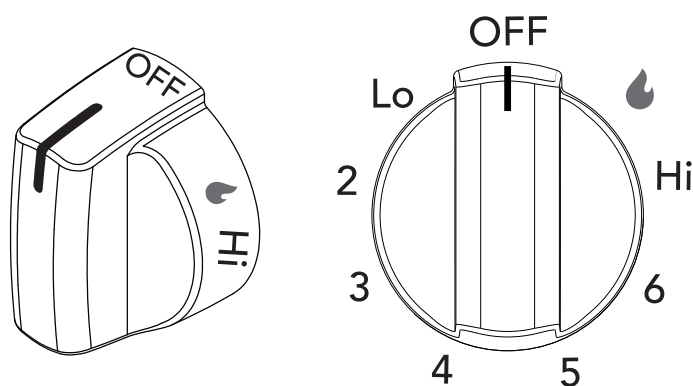

Figure 1 : Bouton de commande de la surface de cuisson
2. Appuyer sur le bouton de commande correspondant et tourner dans le sens antihoraire hors de la position < OFF > (FERMÉ) (Figure 1).